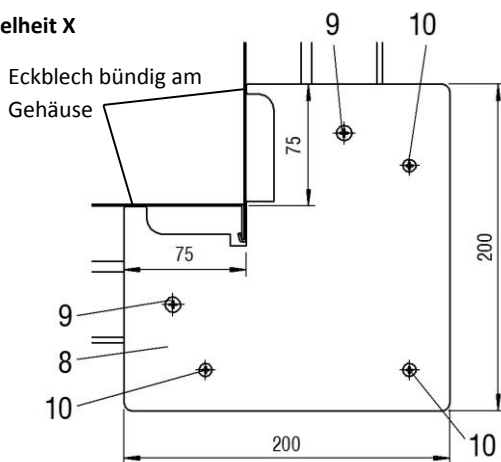

Abbildung 23: BKA-EN mit Einbaurahmen ER und montierten Eckblechen (Wanddicke = 100mm)
- Die Eckbleche (Pos.8) auf der Bedienseite der BKA-EN bündig am Gehäuse sowie am Einbaurahmen ER (Pos.7) anlegen, und mit Hilfe der mitgelieferten Schrauben (Pos.9) am Einbaurahmen ER und mit Schnellbauschrauben (Pos.10 -bauseitig-; Abbildung 23) am Metallständerwerk befestigen. Die Länge der Schnellbauschrauben ist so zu wählen, dass eine Befestigung am Metallständerwerk erfolgt (z.B. $\varnothing 3,9 \times 55\text{mm}$).
- Die Eckbleche (Pos.8) auf der Bedienseite der BKA-EN bündig am Gehäuse sowie am Einbaurahmen ER (Pos.7) anlegen, und mit Hilfe der mitgelieferten Schrauben (Pos.9) am Einbaurahmen ER und mit Schnellbauschrauben (Pos.10 -bauseits-; Abbildung 23) am Metallständerwerk befestigen. Die Länge der Schnellbauschrauben ist so zu wählen, dass eine Befestigung am Metallständerwerk erfolgt (z.B. \varnothing 3,9 x 55mm).